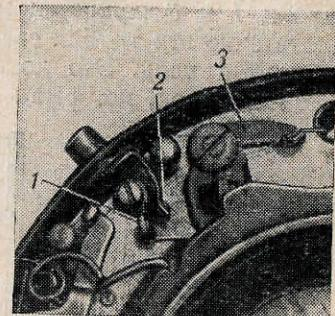
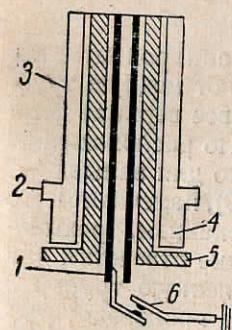
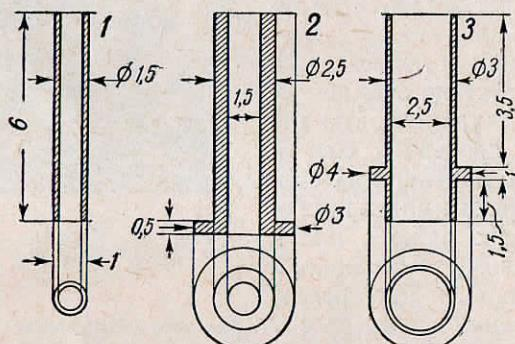

Рис. 49. Расположение синхроконтактов в затворе
Рис. 50. Схема синхроконтактного гнезда
Рис. 51. Размеры трубок синхроконтактного гнезда
анизм вставляют в корпус затвора. При вставке корпуса надо очень внимательно следить за тем, чтобы синхроконтакт, расположенный на корпусе, не погнулся и правильно совместился с контактом на мостике (1 и 2 на рис. 49). Это относится и к пружинке, которая прижимает подвижной контакт к жестко установленному на корпусе контакту. После того как механизм будет вставлен в корпус и закреплен винтами, проверяется работа лепестков, а затем и действие синхроконтактов. Синхроконтакты необходимо проверить еще и потому, что малейшее их смещение приводит или к полному отказу их работы, или к неправильному замыканию, а следовательно, и нарушению синхронизации вспышки с открытием лепестков затвора.
рычаг 3 (рис. 49) до положения, когда лепестки достигнут полного открытия объектива. Во время смещения рычага 3 следом за ним будет смещаться и контакт 1. Замыкание контактов при этом должно точно произойти как раз в тот момент, когда лепестки достигнут полного открытия.
**Установка синхронизатора.** Синхроустройство состоит из двух небольших тонких пластинок из серебра (б на рис. 50).
замыкает между собой. Для установки синхроконтактов в центральный затвор сначала изготавливают медную трубку 3 (рис. 50). Затем удаляют с затвора все верхние детали, за исключением механизма затвора. По расположению рычагов определяют самое выгодное место для замыкания контактов механизмом (см. 1 и 2 на рис. 49), намечают место сверления и, удалив из корпуса весь механизм, трехмиллиметровым сверлом производят сверление отверстия для гнезда. В отверстие вставляют изготовленную трубку 3 (рис. 51) и с внутренней стороны затвора производят расклепку бортика керном. Затем с внутренней стороны затвора в трубку 3 вставляют изоляционную трубку 2 до ее упора о фланец. В изоляционную трубку 2 вставляют медную трубку 1. Наружный ее конец устанавливается на общем уровне, а внутренний должен выступать книзу не более чем на 0,5 мм для припайки контакта. После установки гнезда тщательно очищают корпус от возможного засорения и вставляют механизм затвора.
Закрепив механизм винтами, к трубке 1 (рис. 50) припаивают контакт. Контакт должен быть не длиннее 10 мм, ширина его 1,5 мм, а толщина 0,5 мм.
Перед пайкой один конец немного загибается так, чтобы он мог входить в трубку. Когда контакт войдет в трубку, его изгибают так, чтобы он был расположен, не соприкасаясь ни с какими рычагами затвора. После этого контакт припаивают к трубке. Затем к рычагу 3 (см. рис. 49) припаивают второй контакт так, чтобы он мог двигаться, не касаясь других рычагов. Его конец загибают и регулируют под момент замыкания. Когда рычаг 3 открывает лепестки, контакт движется с ним и, соприкасаясь со вторым рычагом, замыкает цепь. О точной регулировке замыкания контактов смотрите ниже. Основное устройство синхроконтактов центрального затвора показано на рис. 49.